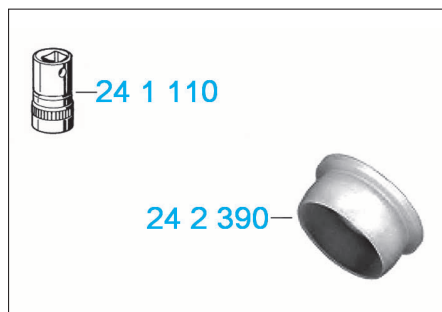

FIG. 1
- Ref. 24 1 110 : Douille avec aimant pour desserrer et resserrer la fixation du convertisseur (Fig.1)
- Ref. 24 2 390 : Capuchon pour obturer la douille de guidage du connecteur de boîte (Fig.1)